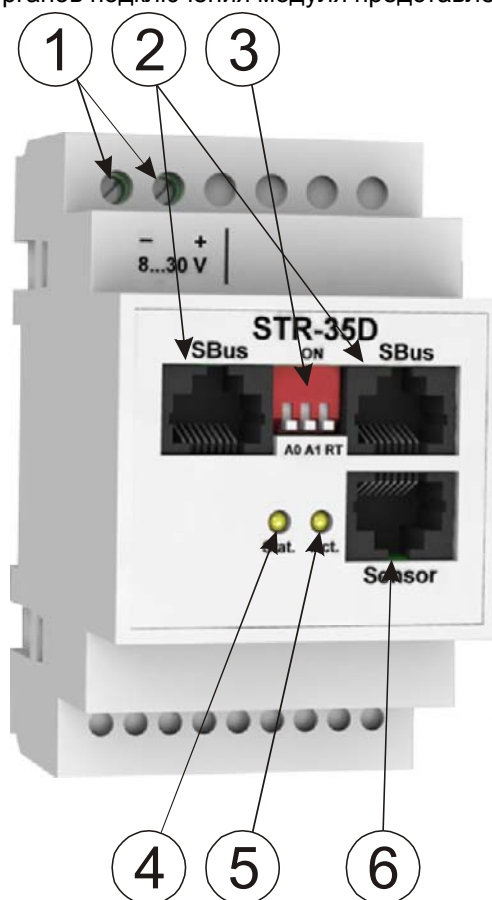

Рисунок 1 – Внешний вид и назначение органов подключения передней панели модуля
4.4 Подключите, при необходимости, терминирующий резистор "RT" модуля к шине SBus включив в положение "ON" соответствующий флажок DIP-переключателя (см. рисунок 1).
4.5 Подключите информационные кабели шины SBus к разъемам SBus модуля (см. рисунок 1) в соответствии со схемой, изображенной на рисунке 2.
4.6 Подключите необходимые цифровые датчики к разъему шины Sensor модуля (см. рисунок 1).
- установите DIP-переключателем **3** (см. рисунок 1) адрес модуля **0x40**, в соответствии с таблицей 3;
- по истечению 30 секунд проконтролируйте по режиму работы индикатора “Stat.” (см. рисунок 1) активность выбранного протокола передачи данных;